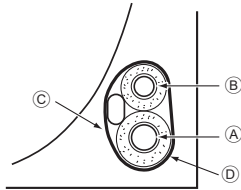

Fig. 4-4
4.3.1. Verstaueung im Rohrleitungsraum der Anlage (Fig. 4-4)